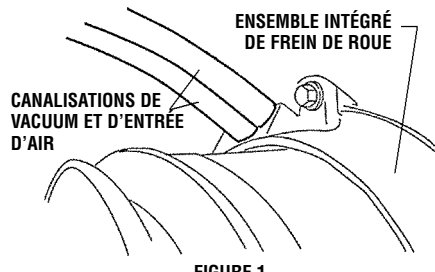

FIGURE 1
7. Démontez les trois petits boulons qui fixent l'ensemble intégré de frein de roue du côté arrière de la fusée (Voir figure 1).